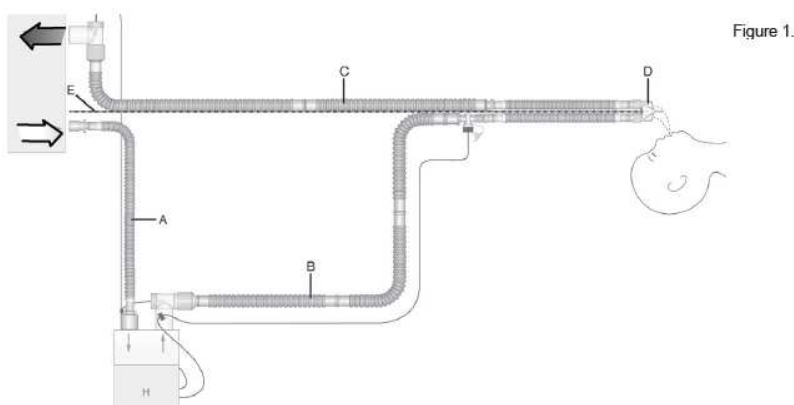
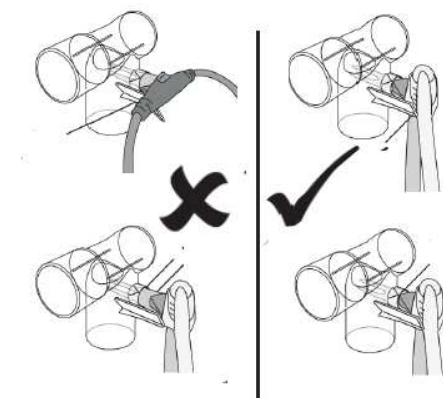

Figure 1.
Figure 2. Insertion correcte de l'extrémité distale de la sonde de température.
6. Assurez-vous que l'humidificateur est installé plus bas que le patient et le respirateur. Consultez la Figure 1.
7. Ce circuit respiratoire à fil chauffant ne convient pas pour un usage avec des débits inférieurs à 5L/min. MISE EN GARDE 1. Lors de la connexion ou déconnexion du circuit respiratoire, maintenir le raccord et exercer une action pousser-tourner. 2. Utilisez le bouchon de sécurité rouge pour fermer le port de connexion patient du circuit respiratoire comme indiqué par le protocole d'autodiagnostic du respirateur. Assurez-vous que le bouchon de sécurité rouge est bien en place afin d'empêcher un retrait accidentel pendant l'autodiagnostic. Préparation 1. Installation de la chambre • Glissez la chambre d'humidification sur la plaque supérieure de la base et retirez la cassette des ports de la chambre. 2. Suspension de la poche d'eau à la potence • Déroulez le kit de remplissage de la cassette et retirez le bouchon rouge de la pointe, puis percez la poche. Accrochez la poche à la potence au-dessus de la chambre d'humidification. Consultez le mode d'emploi de la chambre d'humidification pour en savoir plus. • Veillez à ce que la ligne d'alimentation ne soit pas entortillée et que la chambre commence à se remplir. 3. Raccordement du circuit respiratoire (Figure 1) • Attachez la branche sèche (A) au port inspiratoire du respirateur et au port de la chambre. • Raccordez le coude de la branche inspiratoire verte (B) à l'autre port de la chambre. • Raccordez la branche expiratoire (C) au port expiratoire du respirateur. • Raccordez la ligne de régulation de la pression (E) au port de régulation de la pression du respirateur (le cas échéant). 4. Raccordement de la sonde de température • Branchez le raccord de la sonde de température à la prise correspondante sur la base de l'humidificateur. • Insérez l'extrémité distale de la sonde de température dans le port sur le coude de la chambre. Consultez la Figure 2. • Insérez l'extrémité proximale de la sonde de température dans le port à l'extrémité patient de la branche inspiratoire verte. Consultez la Figure 3. AVERTISSEMENT Veillez à ce que l'extrémité proximale de la sonde de température soit placée dans la branche inspiratoire et non dans la pièce en Y. 5. Raccordement de l'adaptateur électrique pour fil chauffant • Branchez l'adaptateur pour fil chauffant à la prise sur la base de l'humidificateur. • Branchez l'extrémité type feuille de trèfle à la prise sur le coude du circuit respiratoire au-dessus de la chambre. Circuits respiratoires à deux fils chauffants • Branchez l'extrémité ovale à la prise sur le coude du port expiratoire du respirateur. 6. Allumage de la base de l'humidificateur • Assurez-vous que le mode approprié est activé. 7. Raccordement du circuit respiratoire • Retirez le bouchon de sécurité jaune (D) de la pièce en Y et attachez cette dernière à l'interface patient Chambre d'humidification à remplissage automatique avec kit de remplissage Préparation 1. Installation de la chambre • Glissez la chambre d'humidification sur le plateau situé au sommet de la base et retirez la protection verte des ports de la chambre d'humidification. Consultez la Figure a-3. 2. Suspension de la poche d'eau à la potence • Déroulez le kit de remplissage de la cassette et retirez le bouchon rouge de la pointe (consultez la Figure a-1), puis percez la poche (consultez la Figure a-2). Accrochez la poche de façon à ce que la hauteur (H) au-dessus de la chambre soit supérieure à la pression ventilée maximale (Pmax) en cmH2O. Consultez la Figure a. • Veillez à ce que la ligne d'alimentation ne soit pas entortillée et que la chambre commence à se remplir. • Ouvrez le clapet de la pointe lorsque vous utilisez un réservoir à eau rigide. Consultez la Figure a-4. MISE EN GARDE : Veillez à ce que la ligne d'alimentation ne contienne pas de bulles d'air avant de commencer le traitement. 3. Allumage de la base de l'humidificateur • Assurez-vous que le mode approprié est activé.